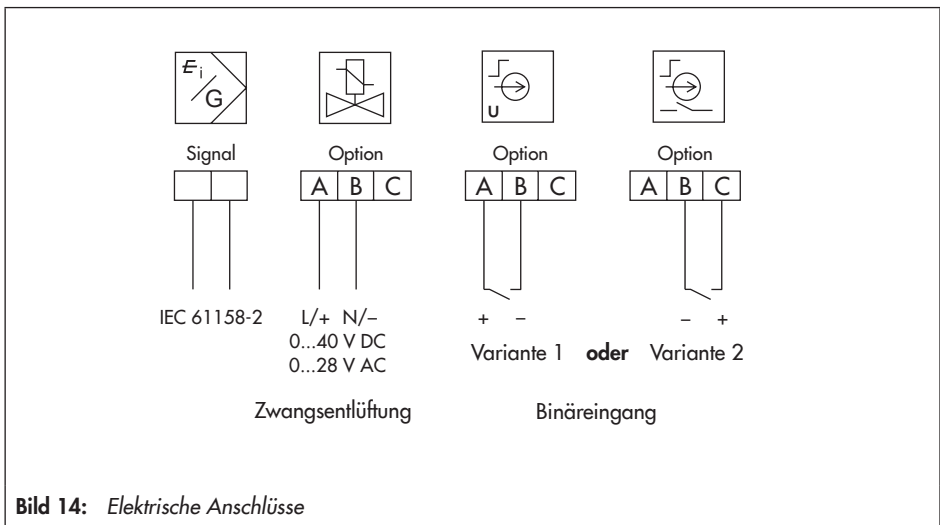

Bild 14: Elektrische Anschlüsse
Es steht nur ein Binäreingang (entweder Variante 1 oder Variante 2) zur Verfügung, vgl. Bild 14, Seite 50.
3. Leitungen gemäß Anschlussbelegung (vgl. Bild 14, Seite 50) auf die Gehäusseklemmen führen.